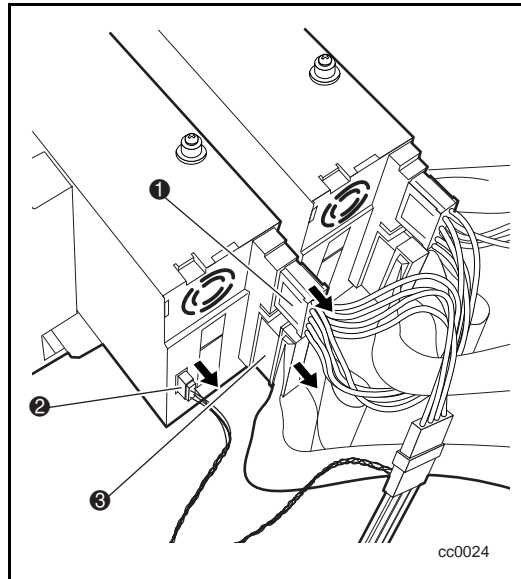

図7. 新しいドライブの接続
3. 電源ケーブル①、シリアル ケーブル②、およびSCSIケーブル③を新しいドライブに接続します (図7を参照)。